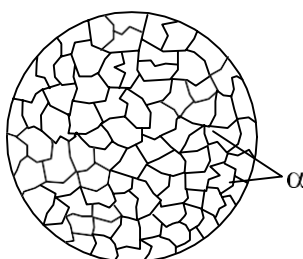

Рис. 2. Схема микроструктуры сплава X_1
- участок ниже точки 2 (температуры T_2) соответствует процессу охлаждения однофазного твердого раствора α , микроструктура сплава состоит из зерен твердого раствора α (рис. 2).